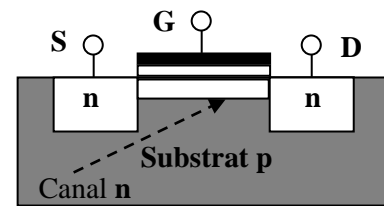

Figura 4
A la figura 4 es mostra un **MOSFET d'enriquiment de canal n** o **NMOS**. Consisteix en un substrat de material semiconductor lleugerament dopat tipus "p" on, utilitzant tècniques de difusió d'impureses, s'han creat dues zones o illes (**Font S** i **Drenador D**) fortament dopades i de tipus diferent a la del substrat, és a dir "n". Per sobre de l'espai entre les illes s'afegeix una superfície aïllant d'**òxid**, que es culmina amb una capa metàl·lica (**Porta G**). Com el substrat, que generalment està al mateix potencial que la font, té una gran resistivitat, la **conducció** entre les dues illes només és possible si, a més d'establir una diferència de potencial entre S i D ( $V_{DS}$ ), entre G i S s'aplica una tensió ( $V_{GS}$ ) superior a un valor **llindar**  $V_T$ . D'aquesta forma, sota la porta (G) es crea un **camp elèctric** prou intens perquè portadors minoritaris del substrat, i d'altres provinents de les illes, s'acumulin en aquesta regió i es creï una **zona d'inversió** o canal tipus n, per on circularà el corrent.